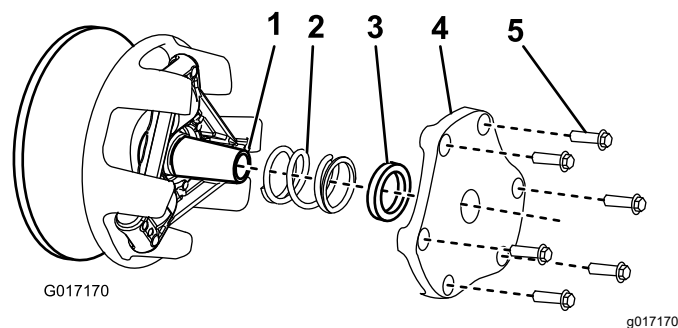

Figure 48
4. Mettez le couvercle, l'entretoise et le ressort de côté (Figure 48).